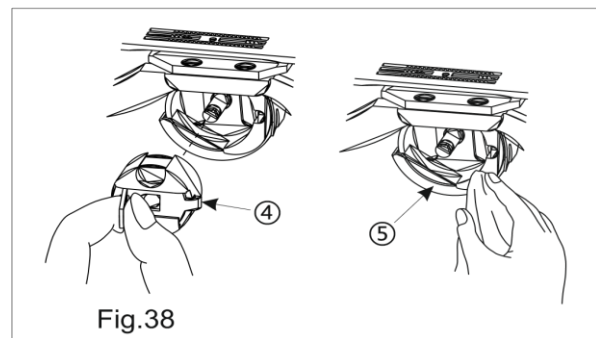

Fig.38
29. Wymiana stałego noża i noża ruchomego (rys. 38, rys. 39, rys. 40)